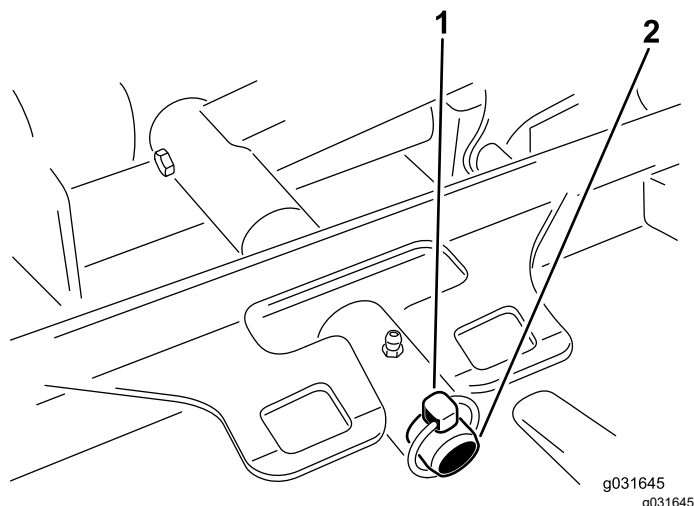

Figura 70
3. Scoateți tiftul de prindere sau piulia de refixare care fixează cadrul suportului unității de tăiere de tiftul pivotului braului de ridicare (Figura 70).
3. Glisați cadrul suportului unității de tăiere pe tiftul de pivotare al braului de ridicare și fixați-l cu tiftul de prindere sau piulia de fixare (Figura 70).